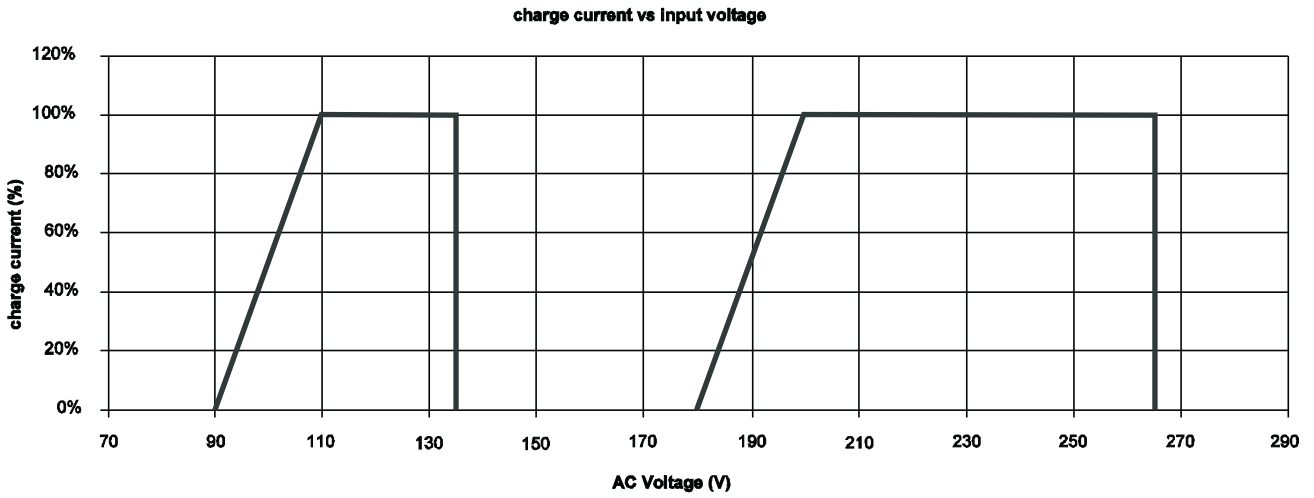

Figure 9 : courant de charge versus tension d'entrée
Tension d'entrée C.A. basse. A des tensions d'entrée C.A. inférieures, le courant de charge est réduit (voir Figure 9).	Vérifier la tension d'entrée C.A. à des charges inférieures.
** Voir également Figure 9